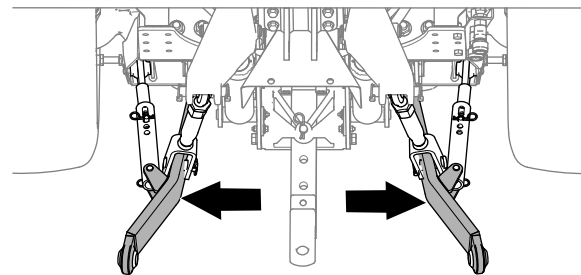

Figura 15
- Regolate i bracci degli attacchi inferiori (Figura 15) completamente verso l'esterno; fate riferimento al manuale dell'operatore del trattorino.